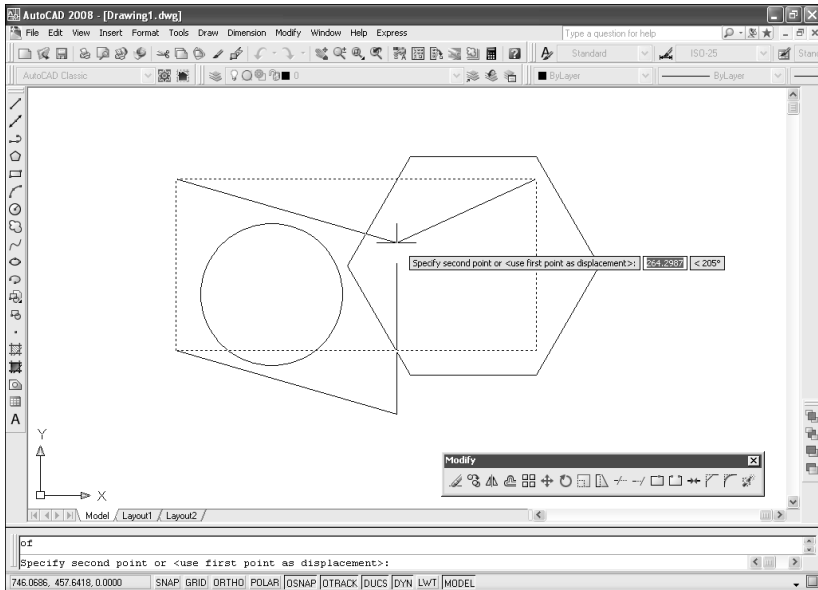

Рис. 4.10. Задание второй точки для растяжения объекта
5. Задайте вторую точку смещения (рис. 4.10). AutoCAD выполнит растяжение и автоматически завершит работу команды **STRETCH** (РАСТЯНУТЬ).